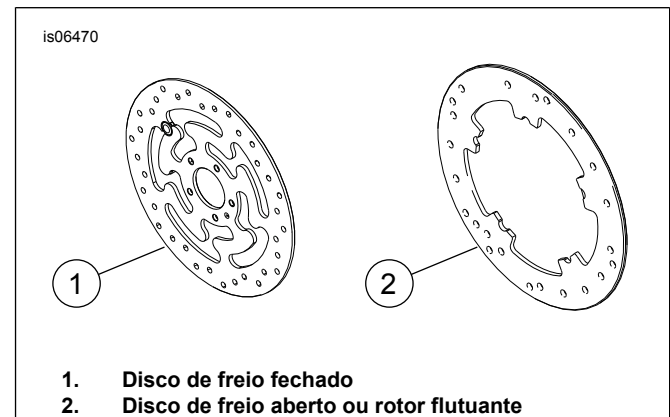

Figura 1. Estilos do disco do freio dianteiro
- Parafusos do disco de freio (veja Figura 1 e Tabela 1.)